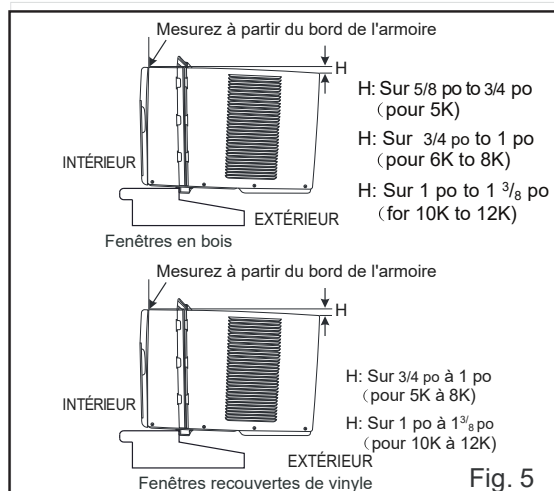

Fig. 5
A. Tenez le climatiseur fermement, posez l'appareil soigneusement dans l'ouverture de la fenêtre afin que le bas du climatiseur repose sur le seuil de la fenêtre. (fig. 5). Fermez soigneusement la fenêtre derrière le rail supérieur de l'appareil.
REMARQUE: Vérifiez que l'inclinaison arrière de l'appareil soit équivalente à (fig. 5) (inclinaison d'environ 3 à 4° vers le bas à l'extérieur). Si l'installation a été effectuée correctement, le condensat ne devrait pas s'écouler par le trou de trop-plein lors d'un usage normal si l'installation. Sinon, corrigez la pente.